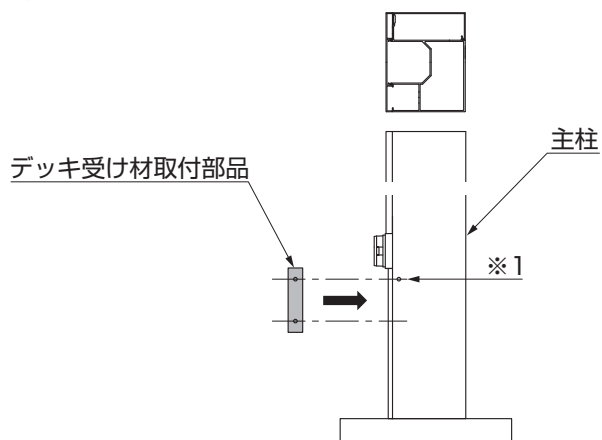

図2-15
①デッキ受け材取付部品を柱側面の穴に合わせて【10-1】、【11-1】で取付けてください。(図2-15参照)
- 主柱、中間柱、連棟柱はF.L.下内側の穴位置とデッキ受け材取付部品側面の穴位置(※1)を合わせてください。(図2-15参照)